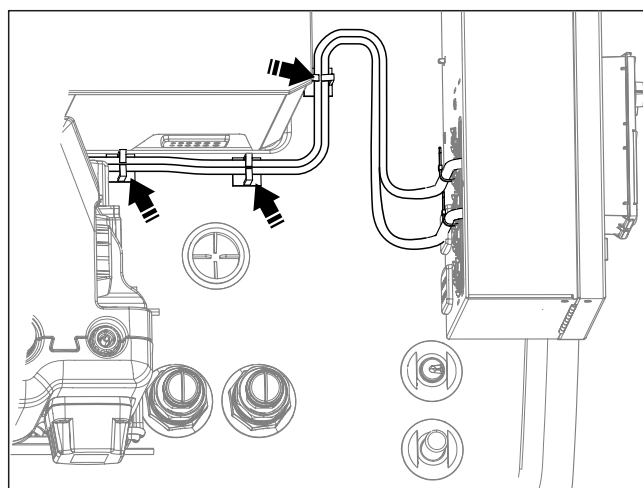

Fig. 4-33 Tender y fijar el cableado del depósito acumulador
- Fijar en depósito acumulador el cableado que se guía hacia el exterior (Fig. 4-33).